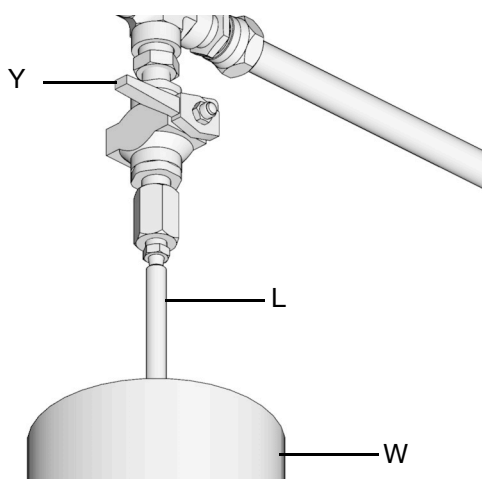

FIG. 25
- a. Pour relâcher la pression entre la pompe de remplissage (F) et le mécanisme d'arrêt du remplissage automatique (B), ouvrir la vanne de décompression du flexible d'alimentation (Y) (FIG. 25). La pression est relâchée et l'excès de fluide est évacué par le tube de vidange (L) et dans le récipient de débordement (W).